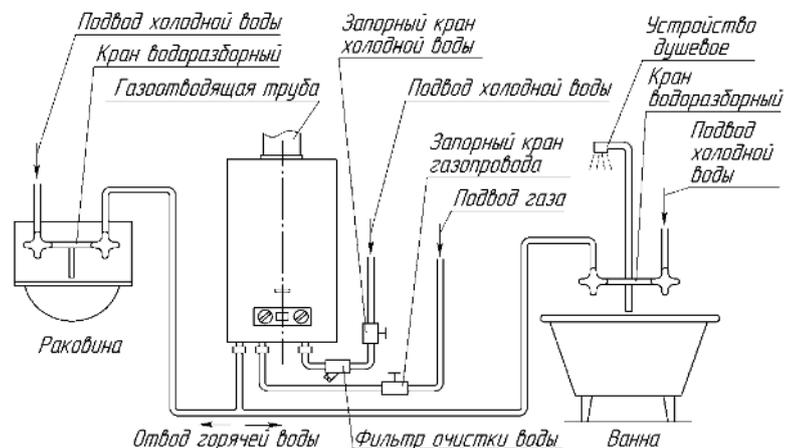

Рисунок 6. Схема установки аппарата
7.1.10. Схема установки (подключения) аппарата приведена на рис. 6. Рекомендуется сначала подключить аппарат к водопроводной сети, заполнить систему аппарата водой и затем подключить его к газовой сети.
7.3.1. Для увеличения срока службы аппарата и улучшения его эксплуатационных характеристик необходимо устанавливать перед аппаратом фильтр очистки воды (рис. 6).
7.3.2. Для облегчения последующего технического обслуживания необходимо установить перед аппаратом запорный кран на трубопроводе подвода холодной воды (рис. 6). Запорный кран должен быть легко доступен.